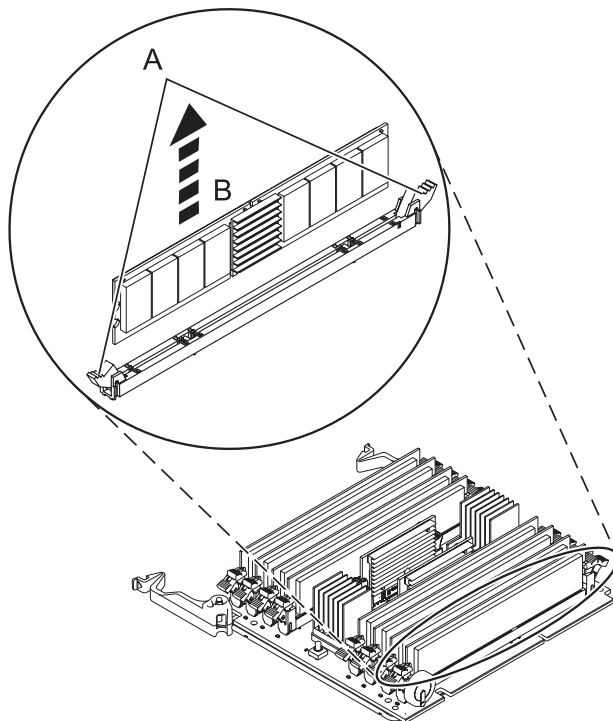

Figure 16. Retrait d'un module de mémoire
9. Déverrouillez le du module de mémoire en poussant les taquets de verrouillage (A) afin de les mettre en position ouverte (voir la figure 16). Soulevez le module de mémoire (B) pour le sortir du connecteur. La pression exercée sur les taquets force le module à sortir du connecteur.